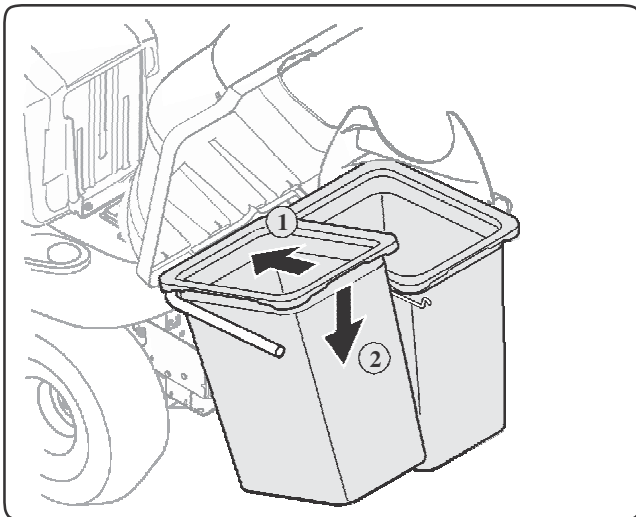

Figure 4-18
8. Montera båda påsarna, med kortsidan utåt, och montera genom att trycka i den i framkant först, se Fig. 4-18,